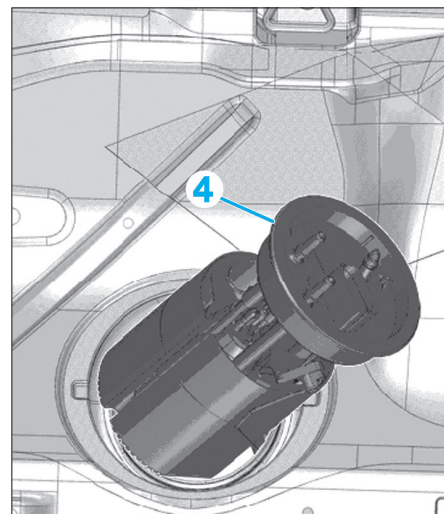

FIG. 58
- Extraire la pompe (4) (Fig.58).